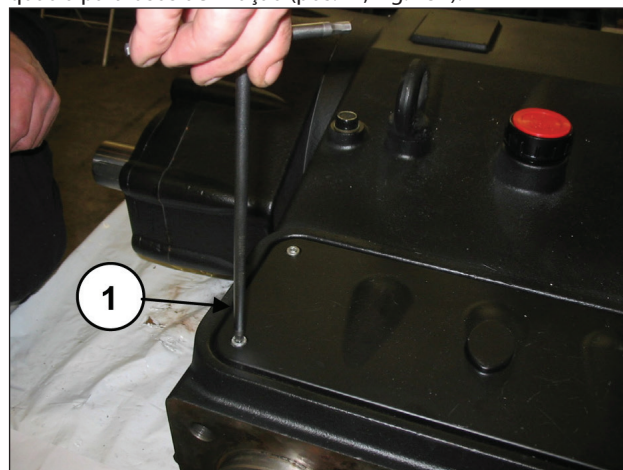

Fig. 157
Remova a tampa de inspeção superior, soltando os quatro parafusos de fixação (pos. ①, Fig. 157).